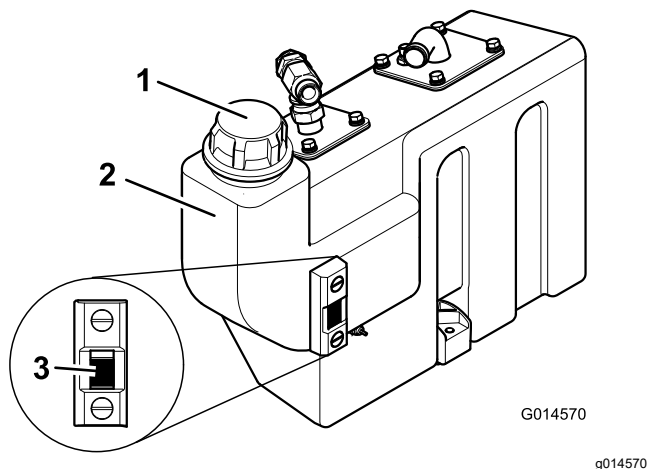

Figura 73
3. Si es necesario añadir fluido hidráulico, limpie la zona alrededor del cuello de llenado y el tapón del depósito hidráulico (Figura 73) y retire el tapón.